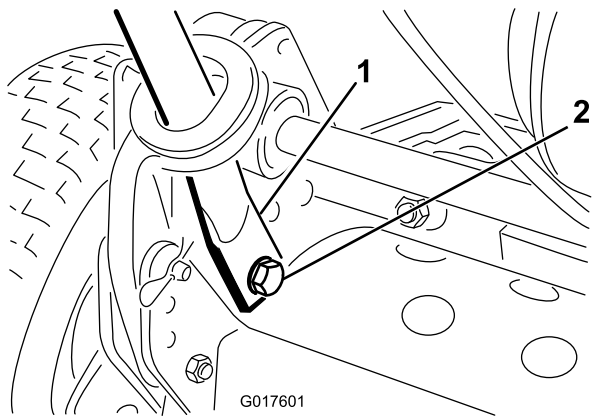

Bild 3
- Drücken Sie die Griffenden nach innen und bauen Sie sie in die Befestigungsstifte ein (Bild 3).
5. Befestigen Sie die Griffenden mit den beiliegenden Schrauben, Scheiben und Sicherungsscheiben an den Befestigungsstiften Bild 3).
6. Befestigen Sie die untere Seite der Griffarme mit den vorher entfernten Schrauben und Sicherungsmuttern an jeder Seite des Mähers (Bild 3). Vergessen Sie nicht, die Büchsen in den Befestigungslöchern für den Griffarm einzubauen.
7. Befestigen Sie die Griffarme mit den vorher entfernten Splints und Ringstiften hinten am Rahmen (Bild 3).